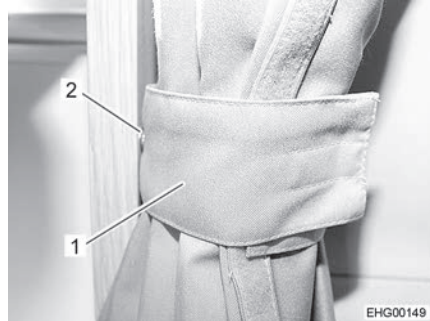

Bild 13 Vorhangverdunklung, gesichert
- Beide Hälften der Vorhangverdunklung mit Schlaufe (Bild 13,1) und Druckknopf (Bild 13,2) sichern.